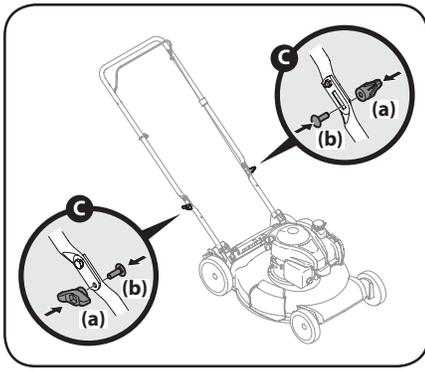

Figure 2-5
- c. Insérez les écrous papillon (a) et les boulons de carrosserie (b) retirés à l'étape 2 dans les trous inférieurs du guidon. Voir Figure 2-5.